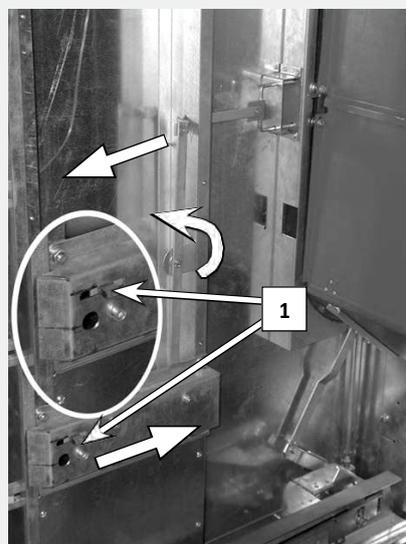

Рис. 9. Механизм подвижных шторок
Блокировка запрещает открытие шторок при контрольном и ремонтном положении ВЭ. Перемещая ВЭ из контрольного положения в рабочее, элементы ВЭ разблокируют шторочный механизм (1) (рис. 9) и толкают тяги движения шторок, открывая металлические шторки. Нижние тяги движутся в прямом направлении, а движение верхних тяг осуществляется в обратном направлении через поворотный рычаг.